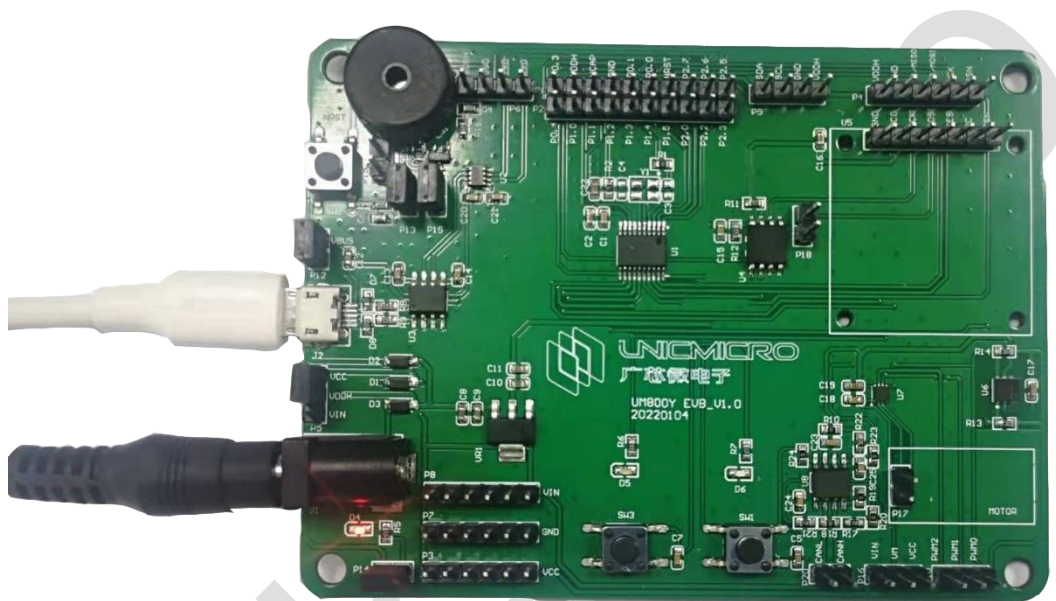

图 2-2: 硬件连接示意图
1. 用 USB 线将芯片硬件开发板与电脑连接起来，给开发板供电。USB 口能够供电的同时也能作为调试接口，连接如图 2-2 所示。